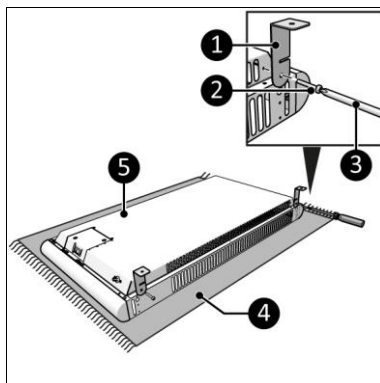

Figure 10
7. Posez l'appareil sur une surface douce et stable (Figure 10, pos. 4).
8. Vissez et serrez deux supports (Figure 10, pos. 1) des deux côtés du corps principal (Figure 10, pos. 5) avec une petite vis (Figure 10, pos. 2) à l'aide d'un tournevis Phillips (Figure 10, pos. 3).